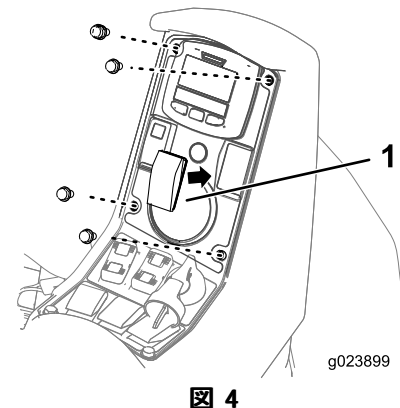

図 4
6. 図 4に示すようにON/OFFスイッチを取り付ける。
マーカー用 ON/OFF スイッチ： コンプレッサを作動させて左右両方のブームに同時に泡の流れを送り出します（図 4）。